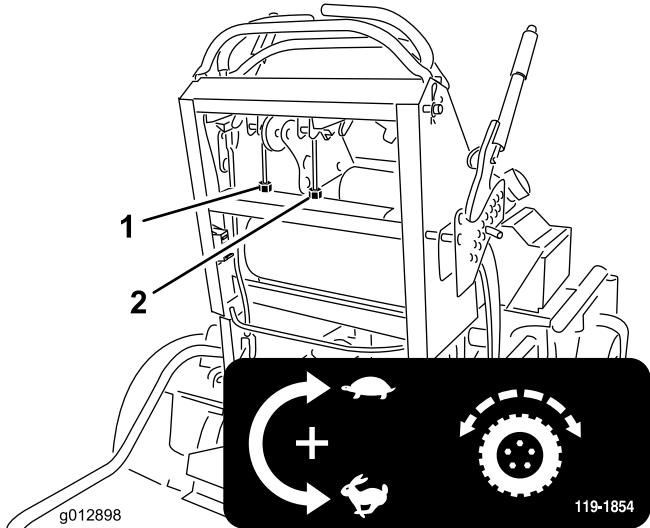

図 56
- 右走行コントロールがコントロール・パネルのニュートラル・ロック・スロットの中央にくるように、右側ケーブル調整部を回して調整する。次に、左ケーブル調整つまみを 1/4 回転ずつ回して、直進できるまで少しづつ調整を進める（図 56）。